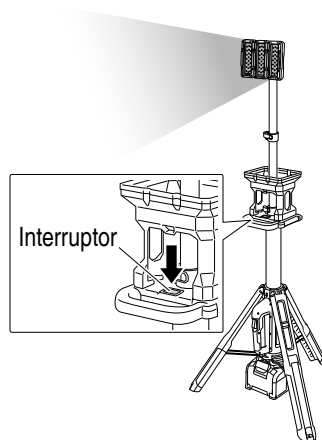

Fig. 13
2. Encendido de la lámpara (Fig. 13)